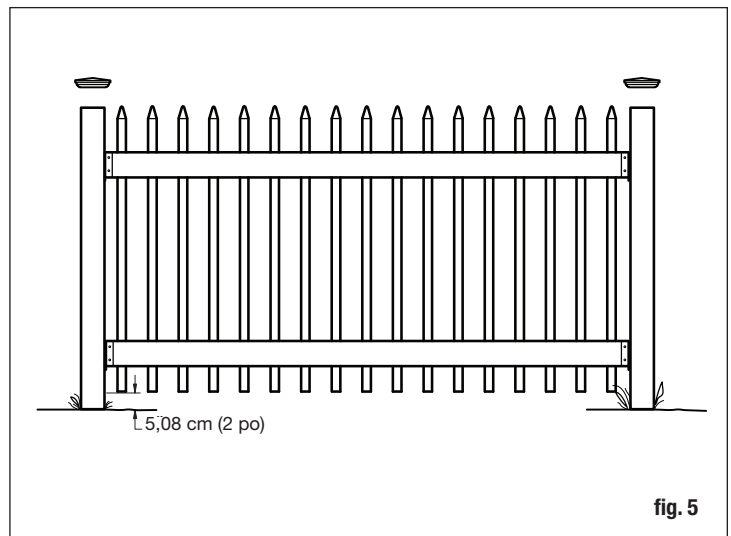

fig. 5
- En commençant par un coin, mélangez le béton dans le premier trou en suivant les instructions qui se trouvent sur le sac. Mélangez à fond et installez le poteau dans le trou et appuyez sur le poteau pour l'enfoncer à la profondeur qui convient. Mesurez pour vous assurer de pouvoir installer le panneau terminé au poteau avec un espace d'environ 5 cm (2 po) entre le sol et le bas du panneau. Vous aurez également peut-être besoin de laisser un peu d'espace entre le point le plus élevé du panneau et la partie supérieure du poteau (fig. 5). L'espace permet d'installer le plafond sur la partie supérieure du poteau sans qu'il y ait d'interférence avec la traverse supérieure.
- Una vez que todas las estacas estén en su lugar, deslice empujando todas las pestañas del pretil en todas las muescas de las estacas usando sus manos o golpee suavemente con un mazo de hule (fig. 5).
- Comenzando desde la esquina, mezcla el concreto en el primer orificio de acuerdo con las instrucciones de la bolsa. Mezcla completamente, instala el poste en el orificio y golpea el poste hasta la profundidad adecuada. Mide bien para asegurar que puedas instalar el panel terminado al poste con un espacio de aproximadamente 5.1 cm entre el suelo y la parte inferior del panel. También pudiera ser necesario dejar un espacio desde el punto más alto del panel hasta la parte superior del poste (fig. 5). El espaciado permite que el tope se instale en la parte superior del poste sin interferir con la baranda superior.